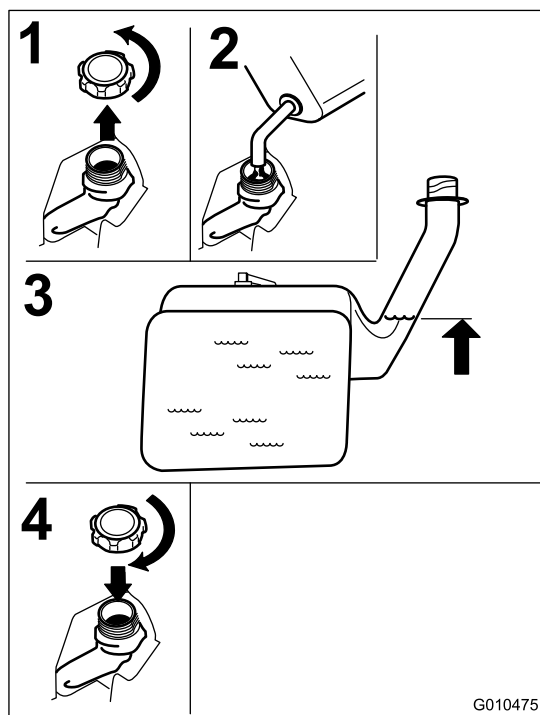

Figura 12
2. Aggiungete **lentamente** normale benzina senza piombo fino a che il carburante raggiunge la base del bocchettone di riempimento Figura 12.